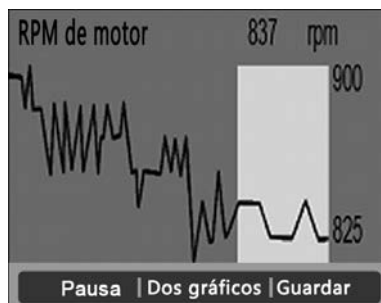

Figura 5.29
- 3) Presione el botón de **FUNCIÓN** correspondiente a **Un gráfico**. La pantalla mostrará la onda de datos en tiempo real como en la Figura 5.29.